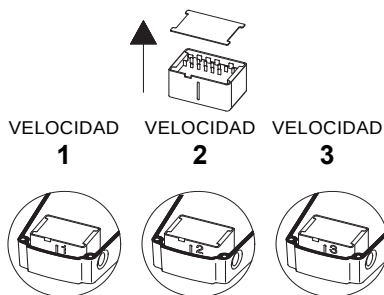

Fig. 14 Módulo de conmutación de velocidad
3. Extraiga el módulo de conmutación de velocidad e insértelo de nuevo, de modo que la velocidad deseada pueda verse a través del visor de la caja de conexiones (consulte la fig. 14).